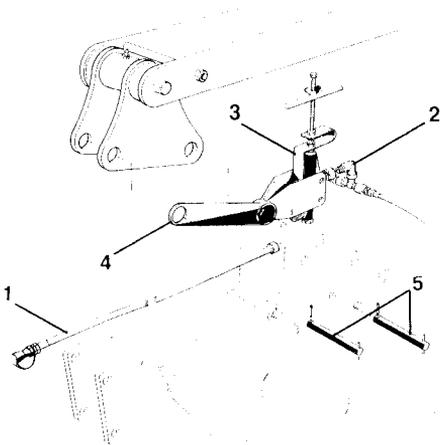

Fig. 68
- Hydraulikschlauch (Fig. 68/1), der vom Schlepper zu den Zylindern führt, oberhalb des T-Anschlußstückes an der Winkelverschraubung (Fig. 68/2) auseinanderschrauben.
- Hubbegrenzungsventil (Fig. 68/3) mit beiden Enden des Hydraulikschlauches verbinden.
- Die Halterung (Fig. 68/4) des Hubbegrenzungsventils mit den Bolzen 25 x 100 (Fig. 68/5) am Oberlenker des Kreiselgrubbers (-egge) befestigen.
- Die Bolzen (Fig. 68/5) sind nach erfolgter Montage mit Spannhülsen zu sichern.